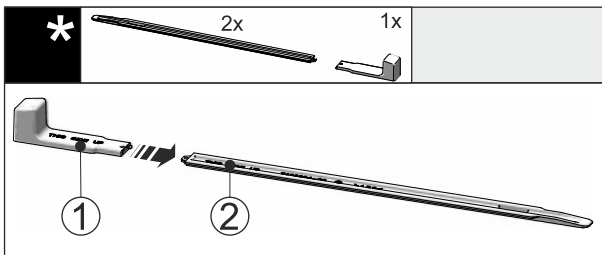

Fig. 54
► Steek de montagegreep Fig. 54 (1) op de nivelleerrail Fig. 54 (2).